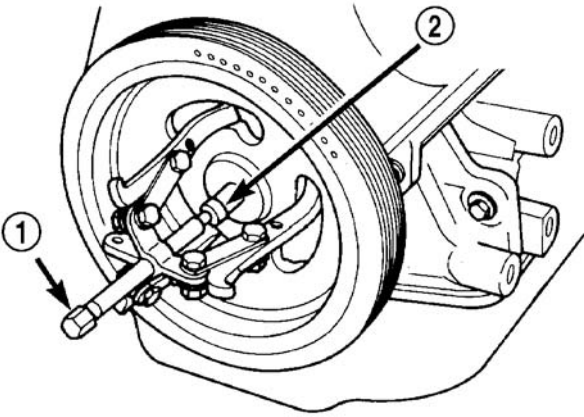

图 75 曲轴减震器-拆卸
- （3）用[专用工具 3 虎钳拉拔器 1026 与插入件 6827-A]拆卸减震器（图 75）。